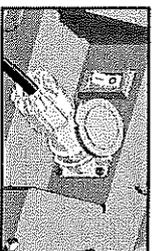

Fig. 2
2. Collegare il vibratore dopo aver verificato che le sue caratteristiche siano compatibili con quelle del convertitore (fig. 2) e che l'interruttore sia spento (posizione "0").
3. Avviare il convertitore azionando l'interruttore (fig. 2).